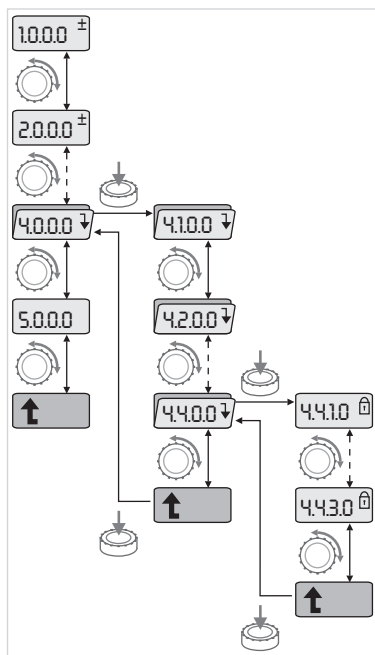

Fig. 37: Navigeringsexempel
- Gå till menyläget (se kapitel 8.6.2 „Gå till menyläget“ på sidan 38). Genomför navigeringen i menyn enligt följande (exempel se Fig. 37): Under navigeringen blinkar menynumret.